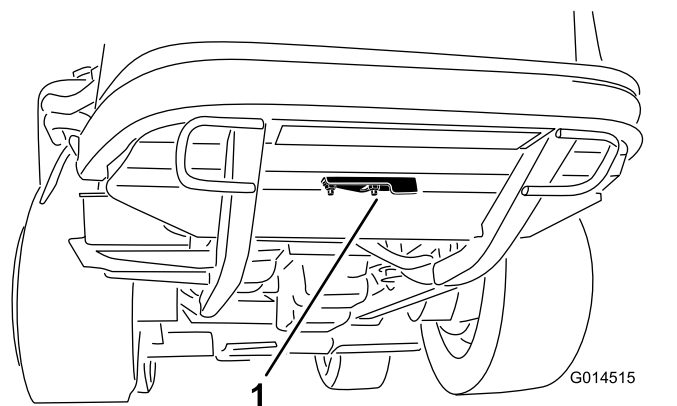

Рисунок 46
2. Ослабьте фланцевую гайку, которая крепит крышку отверстия для очистки к нижней стороне задней рамы (Рисунок 46). Поверните крышку, чтобы получить доступ к отверстию для очистки в раме.